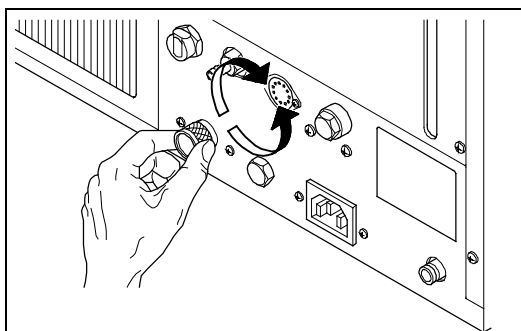

Рис. 10.2.1-1
2. Поверните заглушку (Рис. 10.2-1), расположенную на верхней части клапана против часовой стрелки до конца резьбы до свободного вращения.